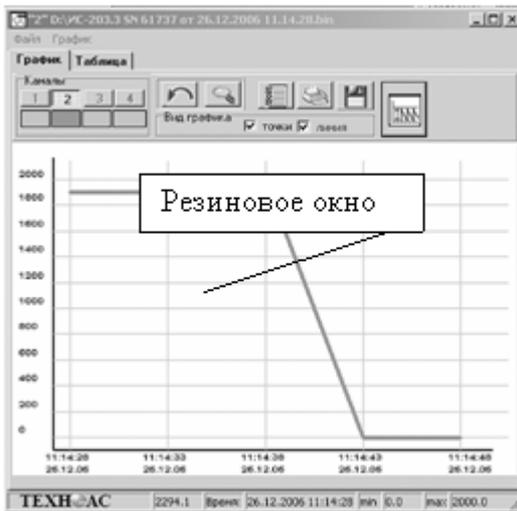

Рис.20
- **кнопки возврата** - основной режим при работе с графиком – масштабирование. Масштабирование производится посредством резинового окна (рис.20). Для того чтобы увеличить график до необходимого размера, необходимо нажать и, не отпуская клавишу мыши, потянуть манипулятор мышь в произвольном направлении. В результате появится резиновое окно, которое и определяет область масштабирования графика.